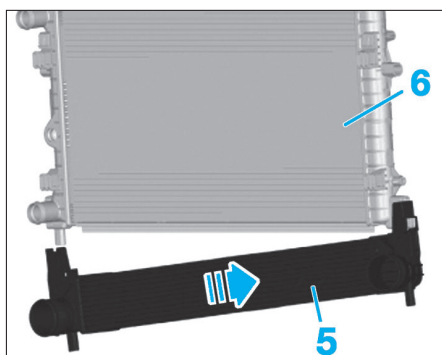

FIG. 92
- Pousser le radiateur d'air de suralimentation (5) vers la droite hors de l'arrêtoir du radiateur (6) (Fig.92).